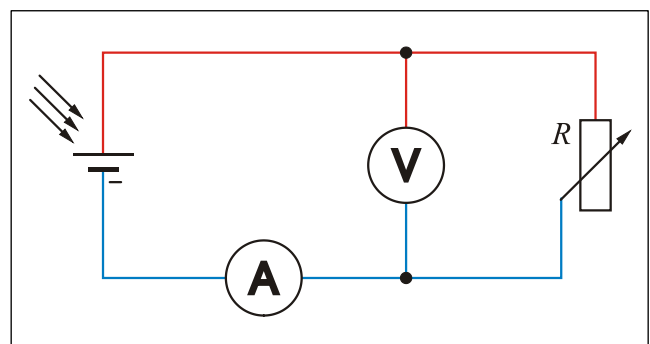

Bild 4: Schaltung zur Aufnahme der Strom-Spannungs-Kennlinie
Aufgabe 2: Wie kann man bei einer Solarzelle (siehe **Bild 4**) die Leerlaufspannung bzw. den Kurzschlussstrom messen?
- Bauen Sie die Schaltung zur Aufnahme der Strom-Spannungs-Kennlinie entsprechend **Bild 4** auf.